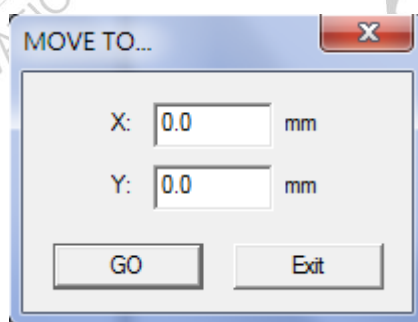

図 1.7.25
1. "MOVE TO ..." ボタンをクリックし、図1.7.25のようにダイアログボックスにXとYの値を入力し、"GO" をクリックするとXYテーブルがその特定の位置に移動します。移動速度は「Speed」パラメータから調整することができます。